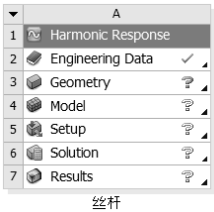

图 7-61 更改分析项目名称
Step2：双击 A 项目下部 Harmonic Response 选项，将分析项目名更改为“丝杆谐响应”，如图 7-61 所示。